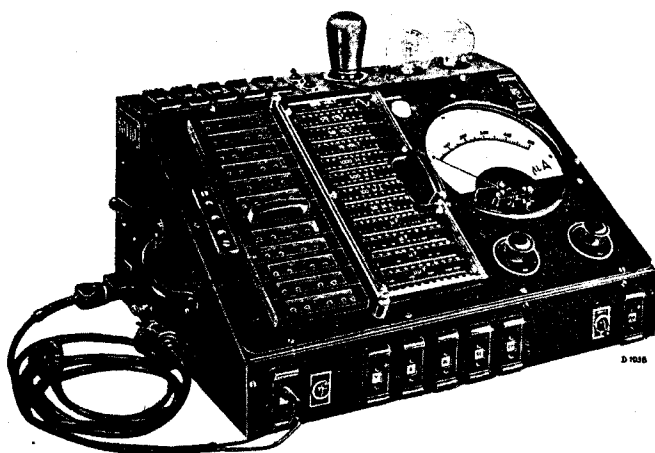

Fig. 9
3. Een output-indicator; bv. met hoge inwendige weerstand (triode voltmeter) die parallel aan de luidsprekertransformator geschakeld wordt. Door tusschenschakeling van een condensator wordt er voor gezorgd dat geen gelijkspanning op deze indicator komt. Heeft de output indicator een lage inwendige weerstand, in dezelfde orde als van de luidspreker, zoo wordt deze in plaats van de luidspreker geschakeld. Hiervoor kan bv. gebruikt worden een aanpassingskastje (G.M. 2295) bevattende een aangepaste impedantie met seleen-gelijkrichter, waarmee direct een aflezing verkregen wordt op een mavometer. Ook het universeel meetapparaat 4256 (fig. 9) bevat een output indicator.
Het storingzoeken wordt in belangrijke mate vereenvoudigd door gebruik te maken van het Universeel meetapparaat Type 4256, aangegeven in fig. 9. Met dit meetapparaat kunnen alle in de ontvanger voorkomende stroomen, spanningen, weerstanden, condensatoren, enz. gemeten worden.